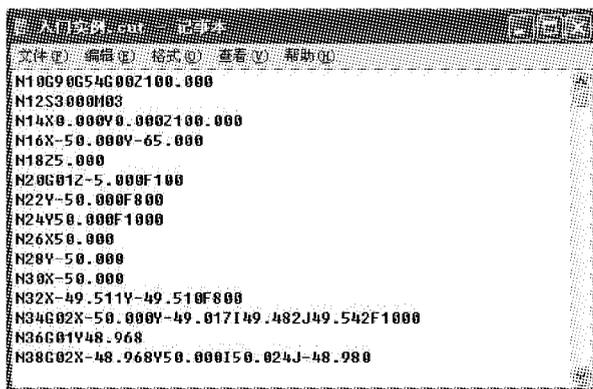

图 1-1-13 生成的加工代码
① 后置设置。执行主菜单中的【加工】|【后置处理】|【后置设置】命令,弹出【机床后置】对话框,选择【机床信息】选项卡的【当前机床】为“SIEMENS”,不更改其他选项,单击【确定】按钮。
② 执行主菜单中的【加工】|【后置处理】|【生成 G 代码】命令,弹出【选择后置文件】对话框,选择 G 代码文件的放置目录,比如 D 盘;输入文件名,比如“入门实例”,单击【保存】按钮。
③ 系统提示“拾取刀具轨迹”,在特征/轨迹树中单击【1-等高线粗加工】拾取相应的轨迹,右击结束拾取操作,系统根据后置设置参数生成加工代码,如图 1-1-13 所示。